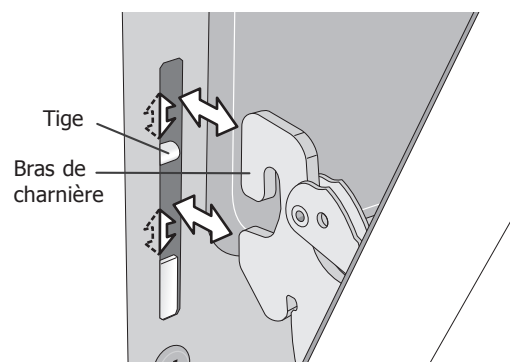

Fig. 4
5. Lorsque la porte est à la position d'arrêt pour grill, soulevez les bras des charnières sur les tiges situées de chaque côté du cadre du four (fig. 4).
2. En tenant la porte dans le même angle que pour le retrait, assoyez le crochet du bras de charnière sur les tiges situées de chaque côté du cadre de la porte (fig. 4). Le crochet des bras de charnière doit être bien assis sur les tiges.